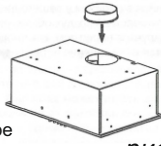
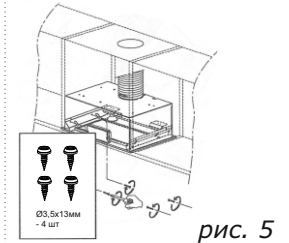

рис. 4А
рис. 5
- Установите КВ вместо нижней панели подвесного элемента мебели (рис.4) и закрепите КВ винтами самонарезающими Ø3,5x13 (рис. 5).